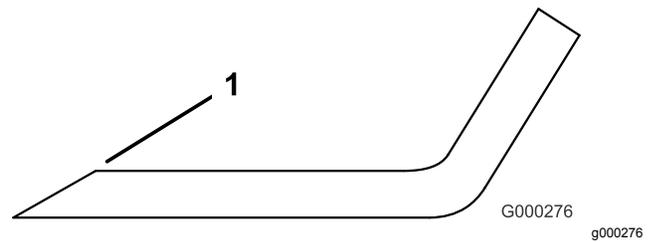

図 131
3. すべてのブレードの刃先を点検し、刃先が丸くなっていたり打ち傷がある場合には研磨する 図 131。
注 研磨は刃先の上面だけに行い、刃の元々の角度を変えないように十分注意する 図 131。両方の刃先から等量を削るとブレードのバランスを維持することができます。